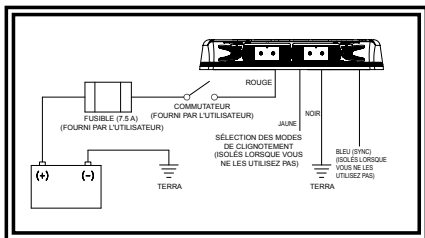

Figure 3
5. Relevez les câbles d'alimentation comme indiqué dans la section sur le câblage (voir Figure 3).
Le câblage de la mini-barre à montage définitif est tel qu'indiqué à la figure 3. Tout le câblage doit être d'au moins 18 AWG. La ligne positive doit disposer d'un fusible 7,5 ampères, tel que décrit. Il est possible d'employer un interrupteur pour contrôler la fonction d'allumage et d'arrêt.